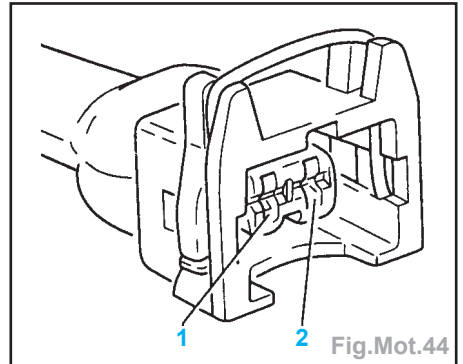

Fig.Mot.44
- brancher le boîtier de contrôle **VAG 1598/22** sur le câblage de l'appareil de commande (Fig.Mot.44).